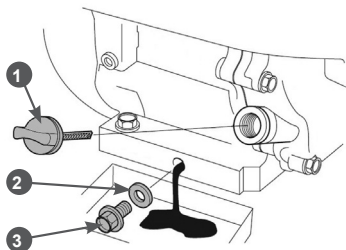

Рис. 13 Замена моторного масла
5. Осторожно открутите крышку-щуп 1 из маслосаливной горловины, протрите её насухо и отложите в сторону (Рис. 13).
6. Открутите пробку для слива масла и слейте отработанное масло в подготовленную для этого емкость (Рис. 13).